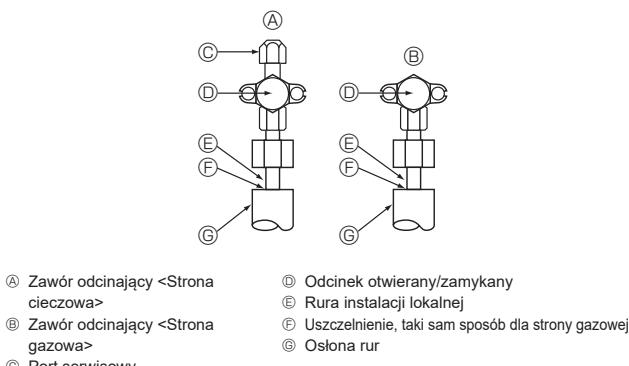

Fig. 4-4
4.4. Metoda testowania szczelności rur czynnika chłodniczego (Fig. 4-4)
- Upewnić się, że zawory odcinające ④ ⑤ są zamknięte i nie otwierać ich.
- Zwiększyć ciśnienie w przewodach czynnika chłodniczego za pomocą portu serwisowego ③ zaworu odcinającego cieczy ④.
- Jeśli ciśnienie spadnie w kroku (2) lub (3), istnieje wyciek gazu. Odszukać źródło wycieku gazu.